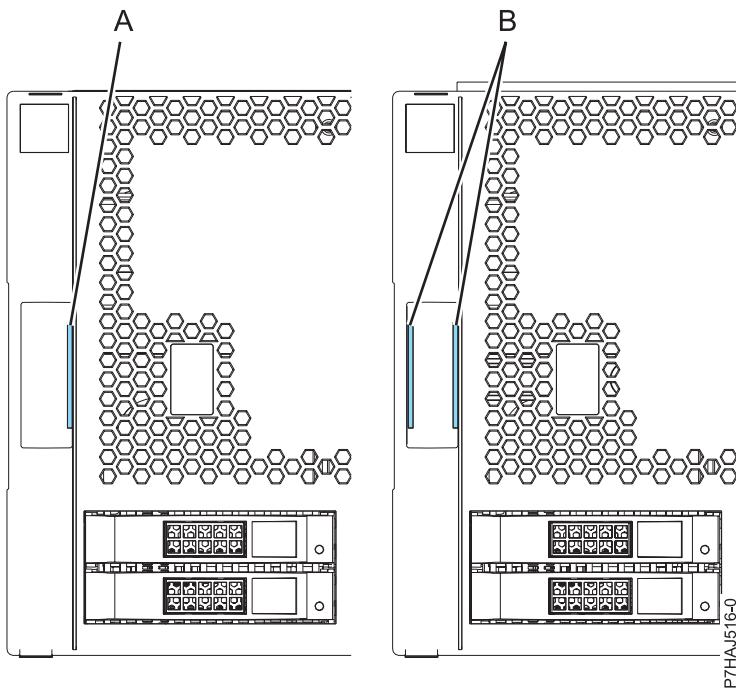

図23. 古いカバーと新しいカバーの識別
**注:** 2011年3月1日よりも前に出荷された古いカバーは、カバー・アセンブリー・ラッチに青いストライプが1本(A)あることにより識別できます。2011年3月1日以降に出荷された新しいカバーには、カバー・アセンブリー・ラッチに青いストライプが2本(B)あります。51ページの図23を参照してください。